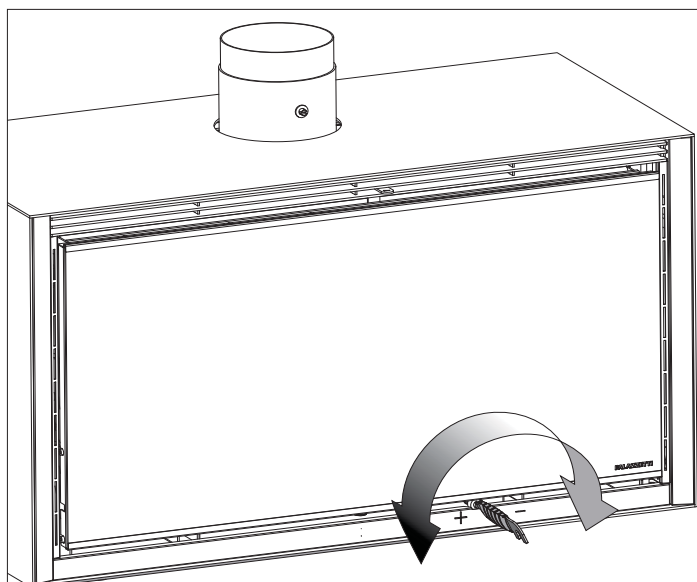

fig. 6.1
- aprire al massimo la regolazione dell'aria primaria (fig.6.1);
La combustione viene regolata inserendo la maniglia fredda, in dotazione, nella feritoia posta alla base della cornice della portina e ruotandola verso destra per ridurre l'aria e verso sinistra per aumentarla (fig.6.1).